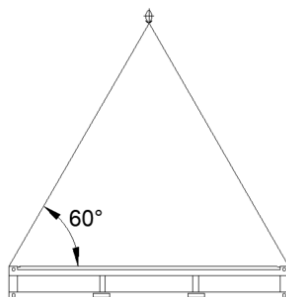
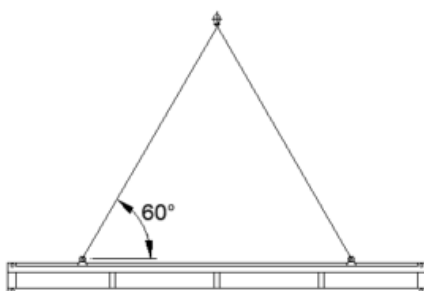

Abbildung 1
Abbildung 3
- Die 10', 16', 20' und 24' Container bzw. Pakete können mit Stapler (Gabellänge mind. 2.450 mm, Gabelbreite min. 200 mm) oder mit Kran gehoben werden. Die Seile sind an den oberen Containerrecken (bei 10', 16', 20') bzw. Augenschrauben/Kranösen (24') zu befestigen. Der Winkel zwischen dem Hebeseil und der Horizontalen muss min. 60° betragen (Abb. 1 bzw. Abb. 3). Die erforderliche Seillänge bei einem 20' Container beträgt mindestens 6,5 m.
- Die 30' Container bzw. Pakete können mit Kran gehoben werden. Die Seile sind an den oben aufgeschraubten Augenschrauben/Kranösen zu befestigen. Der Winkel zwischen dem Hebeseil und der Horizontalen muss min. 60° betragen (Abb. 3).